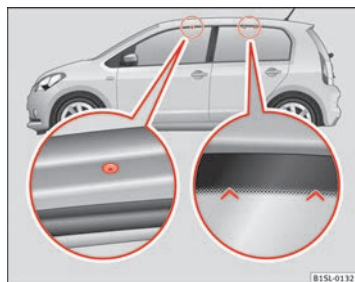

Fig. 70 Pontos de fixação dos suportes básicos e do porta-bagagens do tejadilho.
Os orifícios para a fixação dianteira encontram-se na parte inferior das longarinas do tecto e estão tapados com parafusos de plástico ⇒ Fig. 70 (imagem ampliada do lado esquerdo). Os orifícios apenas se podem ver com a porta aberta. As marcas para a fixação na parte posterior encontram-se na parte superior das janelas laterais traseiras ⇒ Fig. 70 (imagem ampliada do lado direito).
- O suporte básico deve fixar-se exclusivamente nos pontos indicados na ilustração ⇒ Fig. 70.